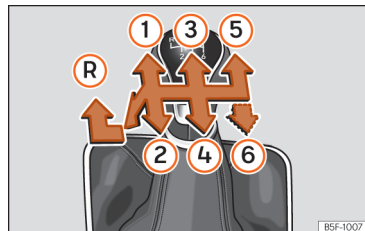

Fig. 86 Esquema de uma caixa de velocidades manual de 5 ou de 6 velocidades.
Na alavanca das velocidades indicam-se as posições das velocidades >>> **Fig. 86**.
- Com a alavanca das mudanças em ponto morto, pressione-a para baixo, mova-a para a esquerda até ao fim e depois para a frente para selecionar a marcha-atrás »» Fig. 86 (R).